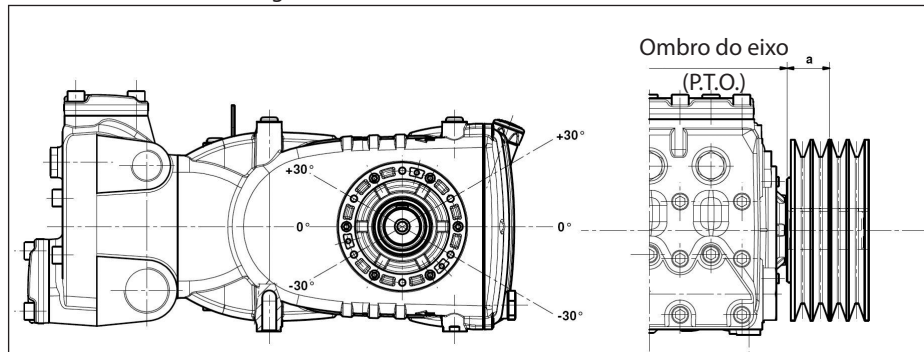

Fig. 10
A carga radial sobre o eixo não deve ser superior a 7500 N (valor necessário para a definição do layout). A transmissão é considerada adequada se tal carga é aplicada a uma distância máxima de **a = 40 mm** do ombro do eixo (P.T.O), conforme indicado na Fig. 10.
- b) Use correias de alto rendimento - por exemplo **XPB** ao invés de **SPB** - pois resultará necessário uma quantidade inferior de correias com a mesma potência transmitida e uma conseqüente distância inferior do resultante em relação ao ombro do eixo (P.T.O.) "a" de Fig. 10.